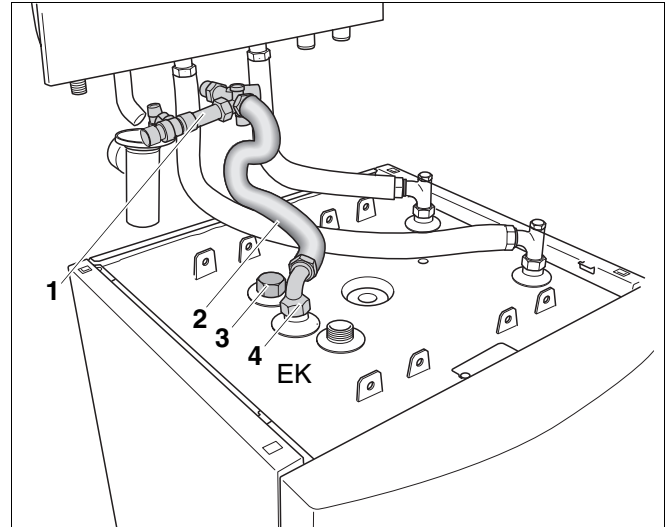

Abb. 15 Kaltwasser-Anschlussrohr montieren
VORSICHT! ● Wenn Sie keine Zirkulation am EZ-Anschluss anschließen, verschließen Sie den EZ-Anschluss mit einer Kappe (Abb. 15, **Pos. 3**).
- Anschlusswinkel (Abb. 15, **Pos. 4**) am Speicheranschluss (EK) eindichten.
- Anschlusswinkel (Abb. 15, **Pos. 4**) ca. 45° nach rechts ausrichten (siehe Abb. 15).
- Vorgebogenen Kaltwasser-Well Schlauch (Abb. 15, **Pos. 2**) mit Dichtungen zwischen die Sicherheitsgruppe (Abb. 15, **Pos. 1**) und den Anschlusswinkel (Abb. 15, **Pos. 4**) am Speicher-Wassererwärmer (EK) einschrauben.
- VORSICHT!** ● Prüfen Sie ob der EZ-Anschluss mit einer Kappe (Abb. 15, **Pos. 3**) verschlossen ist.